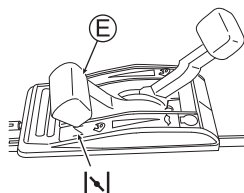

Fig. 11
- 3 Coloque a alavanca do acelerador (E) na posição de afogador "N". (Veja a fig. 11) (O motor pode ser acionado com a alavanca em "N" quando está quente.)